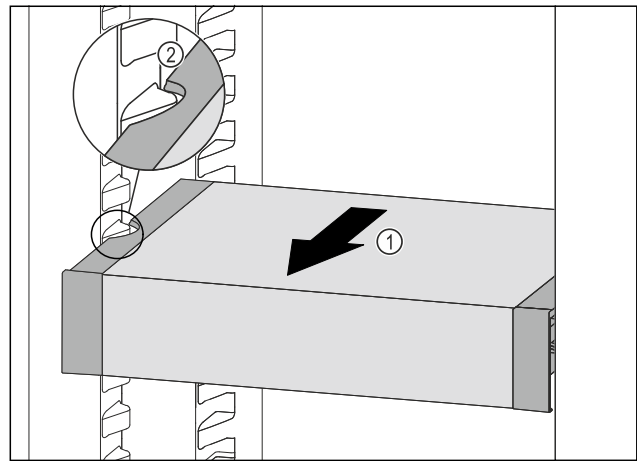

Fig. 72
- ▶ VarioSafe nach vorne ziehen Fig. 72 (1), bis sich die seitlichen Aussparungen des VarioSafes auf Höhe der Behälterrippe im Kühlteil befinden. Fig. 72 (2)